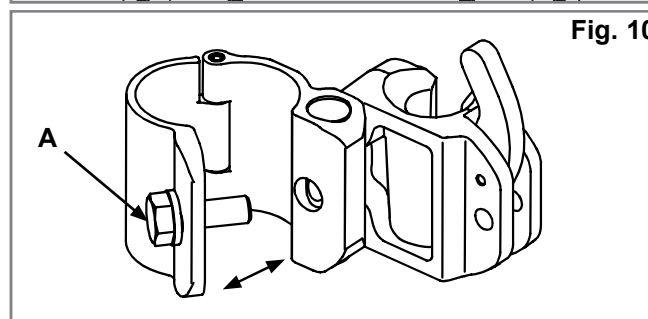

Fig. 10
3. Placez les fixations. (Fig. 10)